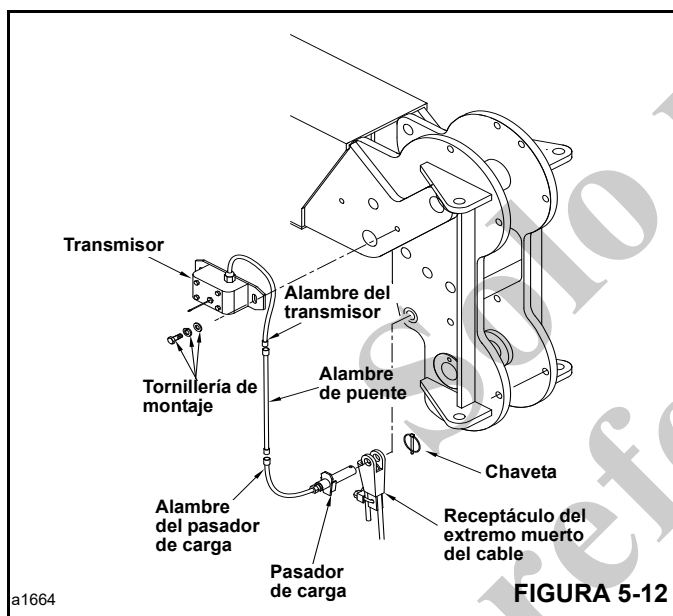

FIGURA 5-12
1. Desconecte el alambre del transmisor y el alambre del pasador de carga (Figura 5-12) del alambre de puente.
6. Instale el transmisor en la cabeza de la pluma (Figura 5-12) con la tornillería existente.
8. Conecte el alambre del transmisor (Figura 5-12) y el alambre del pasador de carga al alambre de puente.